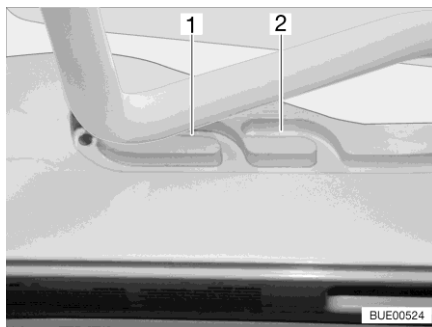
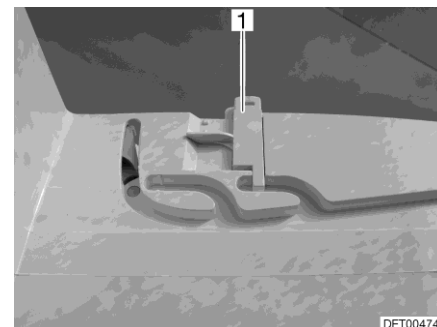

Fig. 33 Glissière (position de ventilation)
Fig. 34 Verrouillage (position de ventilation)
Il est possible d'amener le lanterneau Heki en deux positions de ventilation : Position pour mauvais temps (Fig. 33,1) et position intermédiaire (Fig. 33,2). Selon l'équipement, il est possible de verrouiller le lanterneau en position intermédiaire avec les deux verrous (Fig. 34,1) à gauche et à droite du cadre du lanterneau.
- Pousser légèrement l'étrier vers le haut, le pousser dans la glissière choisie (Fig. 33,1 ou 2) et le verrouiller si nécessaire.